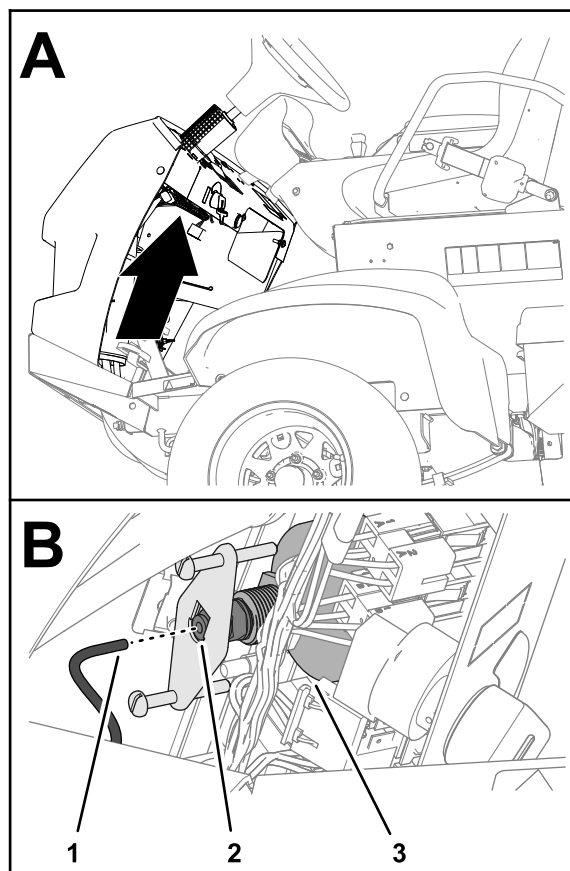

Рисунок 137
5. Отсоедините трубку от задней части манометра и поместите конец трубки в емкость (Рисунок 137).